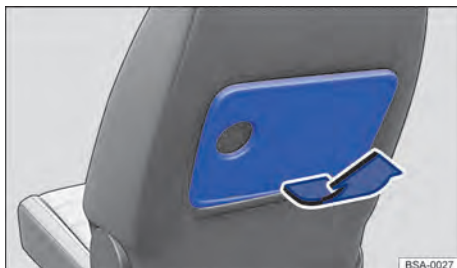

Fig. 140 Sur le siège avant : relèvement de la tablette escamotable
1. Pour relever la tablette escamotable, appuyez sur la touche de déverrouillage sur le bord inférieur de la tablette escamotable et tirez la tablette vers le haut dans le sens de la flèche → fig. 140 jusqu'à ce qu'elle s'encliquette.